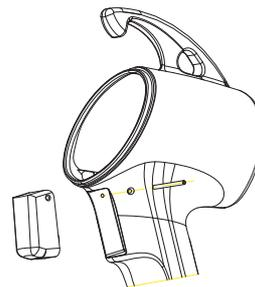

Abbildung 1
- Den den Abzug im Griffstück haltenden Haltestift mit einem Splinttreiber  $\varnothing$  1,5 mm austreiben (siehe Abb. 1).
- **Schritt 8:** Die Fußplatte (Nr. 3 Abb.1) aufmontieren, die Stopfbüchse mit 3,5 N.m anziehen. Dabei muss die Kabelklemme vorher von der Stopfbüchse gelöst werden. Anschließend die Kabelklemme auf die Stopfbüchse schrauben.